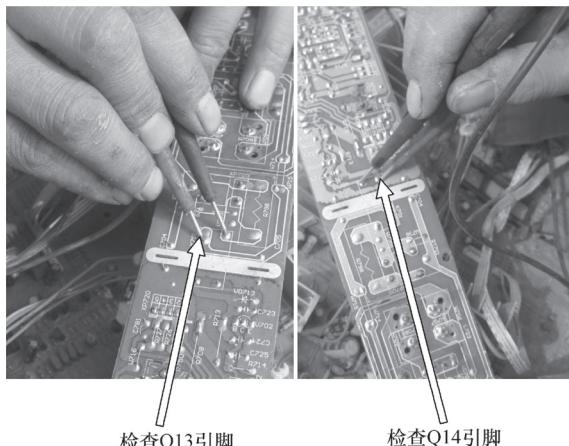

图 4-60 检查 Q13、Q14
因此，当该机出现微波和烧烤均不能加热时，应首先注意检查 IC01（TMP47C400BN-RH31）的⑯脚及外接 Q13、Q14 等器件，如图 4-60 所示。